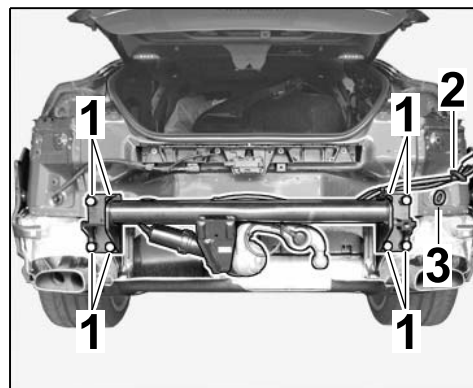

Рис. 11
2.1.3 Затянуть тягово-сцепное устройство ($\Rightarrow$ Рис. 11).
2.2.1 Удалить заглушку ($\varnothing$ 37 мм) в раме фонаря справа ($\Rightarrow$ Рис. 11 -3-) и провести электрический жгут проводов в багажный отсек. Установить насадку провода в отверстие.